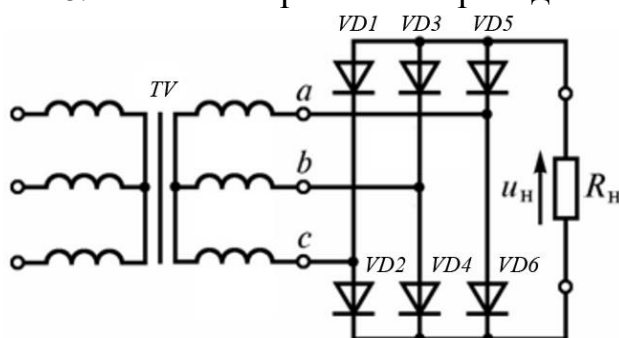

Рис. 5. Схема трехфазного мостового выпрямителя.
6. Схема выпрямителя приведена на рис. 5.